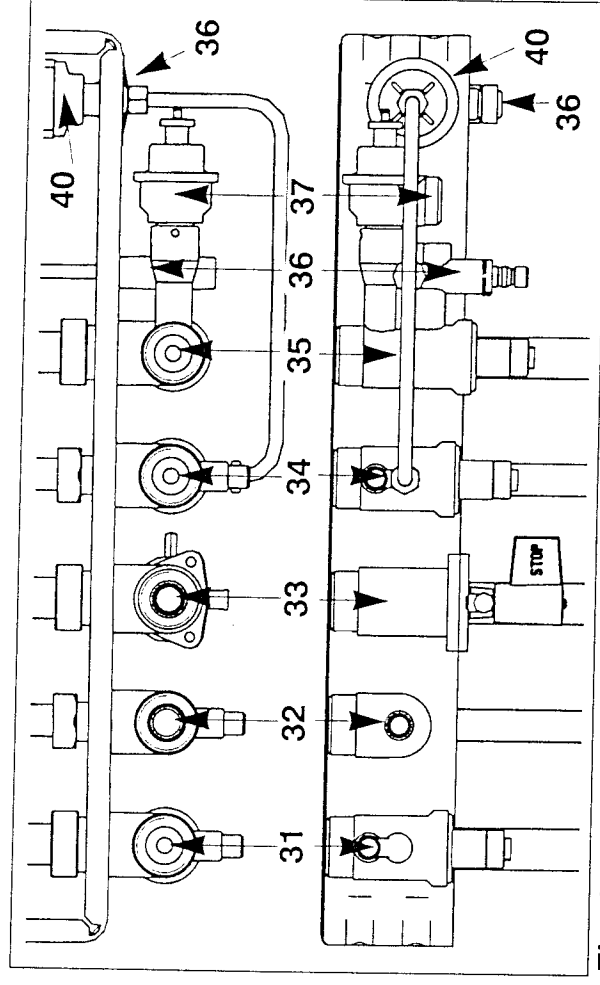

Fig. 22 - vues de dessus et de face
Barrette robinetterie (fig. 22)
3. Ouvrez l'arrivée du gaz en tournant le robinet gaz « 33 » (fig. 22, page 20), sur la position « 0 ».
- Coupez l'arrivée du gaz en tournant le robinet "33" (fig. 22, page 20), sur la position «STOP».